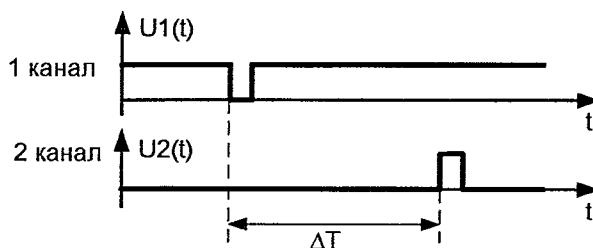

Рисунок 24 - Временные диаграммы, снимаемые с осциллографа
2.3.7.12 По истечении проверочного времени вычисляют ΔT - разницу во времени между появлением спада сигнала на первом и фронта на втором канале осциллографа (см. рисунок 24).